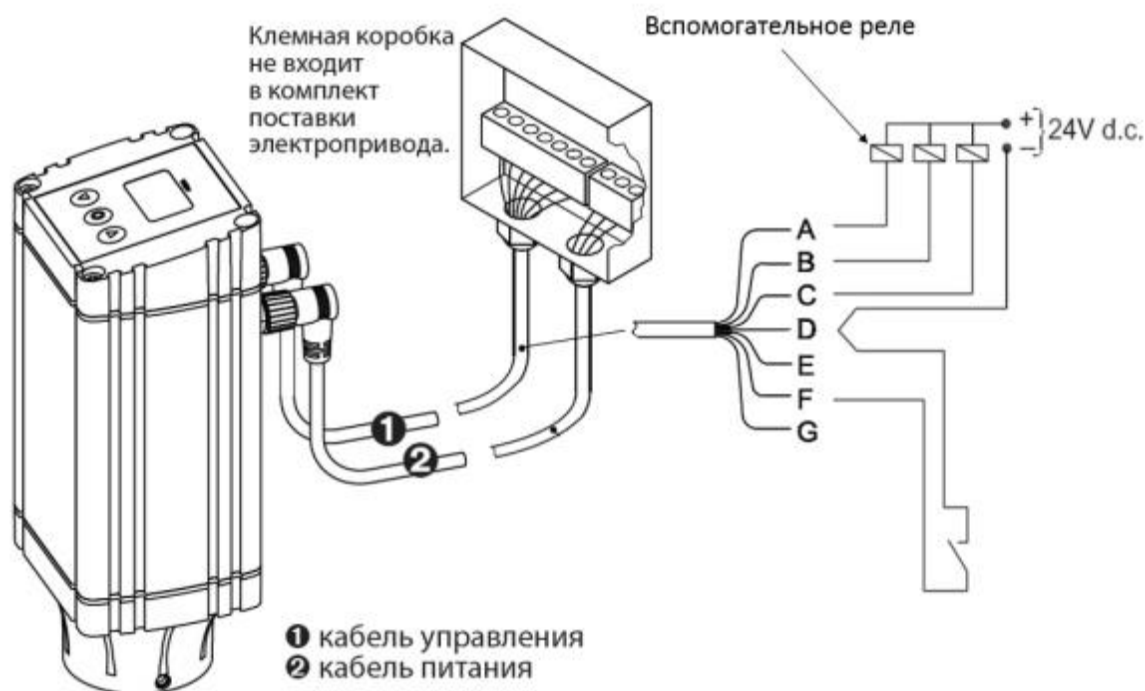

Рис. 6 Дискретный вход/выход для работы в режиме открыт/закрыт
– Подключите цифровые входы (рис. 6) См. Список параметров для конфигурации с цифровыми входными сигналами.